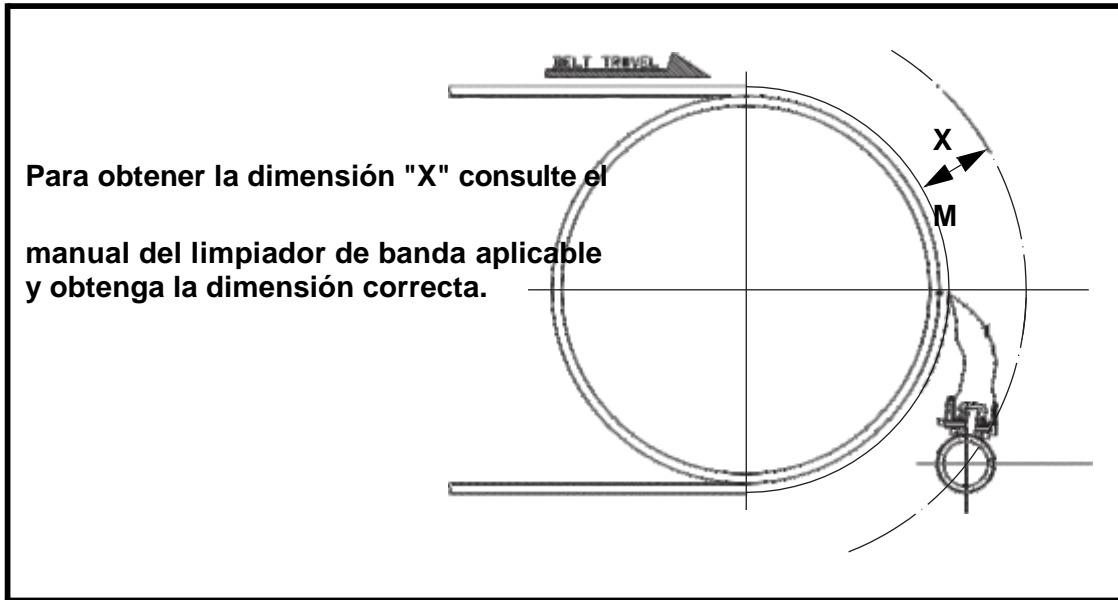
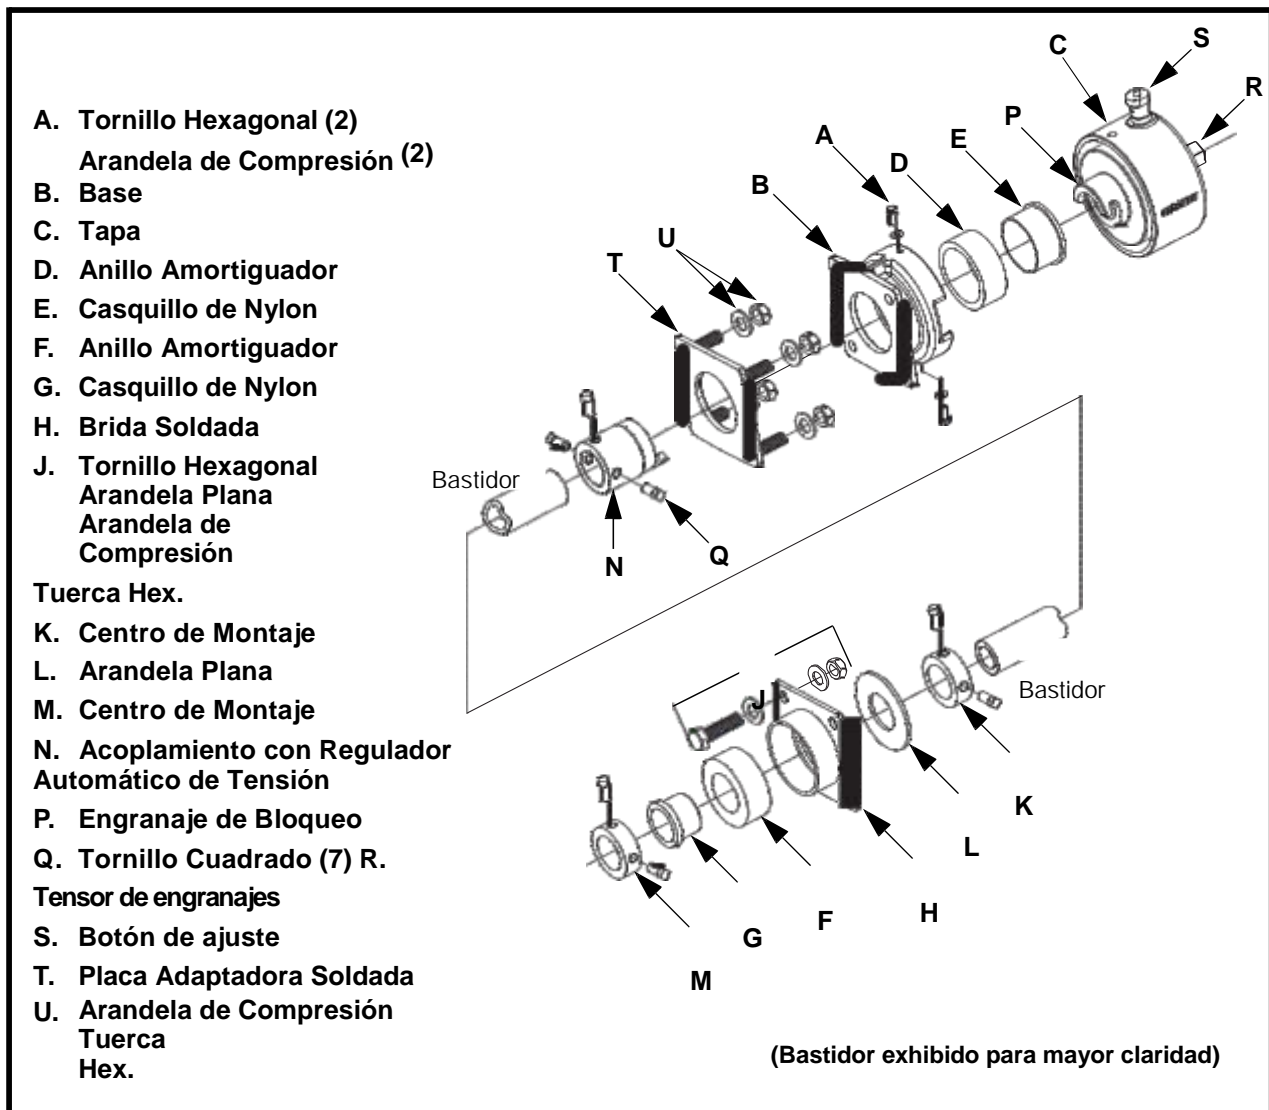

Figura 1. Ubicando las Placas de Fijación
Figura 2. Tensionador Martin® Twist
1. Marque la posición de los orificios para las placas de fijación del limpiador de banda en las paredes del chute de acuerdo con la Figura 1. Utilice la brida soldada (H, Figura 2) como plantilla.
- (1) Taladre o corte un orificio de 4 plg. para el bastidor y cuatro orificios de 5/8 plg. para tornillos en el lado del operador y en el otro lado de las paredes del chute. Quite las rebabas y bordes afilados.
- (2) Instale el tensionador y la placa de fijación en la pared con los tornillos hexagonales, arandelas planas, arandelas de compresión y tuercas (J, Figura 2).